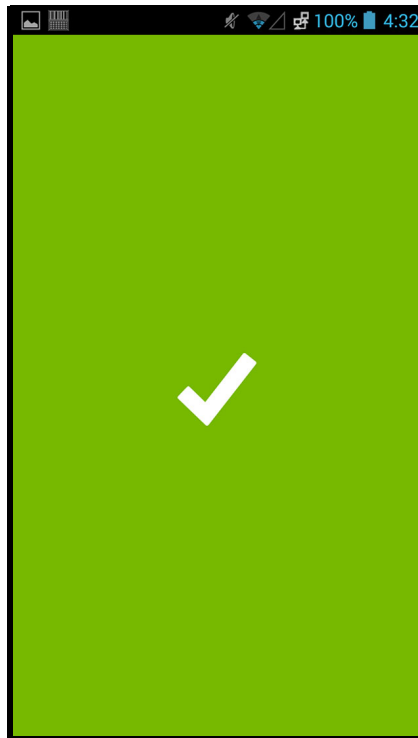
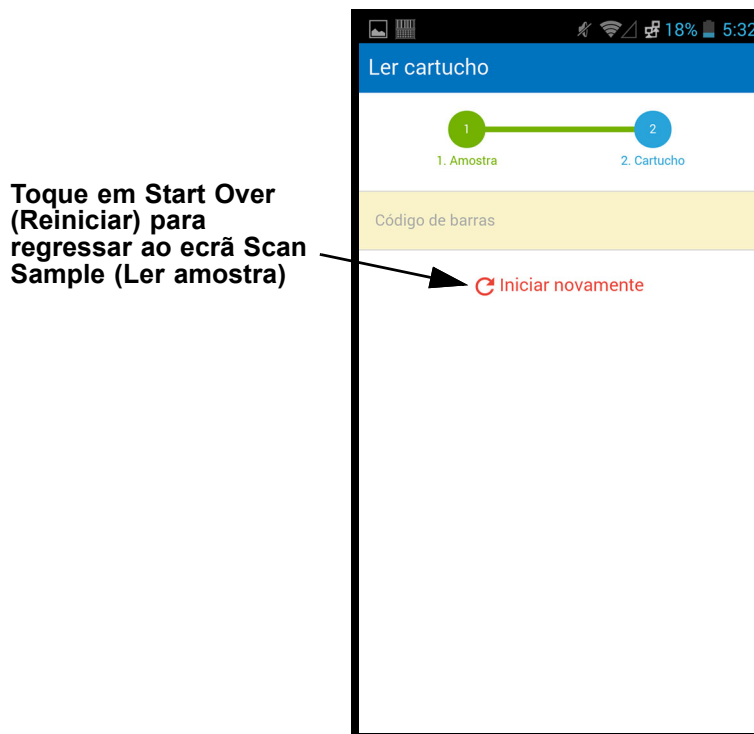

Figura 5-103. Ecrã de êxito do leitor do Cepheid Link (marca de verificação verde)
Figura 5-106. Ecrã Scan Cartridge (Ler cartucho) do Cepheid Link
- 2) Se for detectada uma encomenda, o ecrã Success (Êxito) (marca de verificação verde) será visualizado durante pouco tempo (consultar figura 5-103) e será visualizado o ecrã Scan Cartridge (Ler cartucho). Consulte figura 5-106.
- 4) Se for detectada uma encomenda, o ecrã Success (Êxito) (marca de verificação verde) será visualizado durante pouco tempo (consultar figura 5-103) e será visualizado o ecrã Scan Cartridge (Ler cartucho). Consulte figura 5-106.
Se o cartucho for emparelhado com êxito com a amostra, o ecrã Success (Êxito) (marca de verificação verde) será visualizado durante breves instantes (consultar figura 5-103).
- Se a alíquota for lida com êxito, será visualizado o ecrã Success (Êxito) (marca de verificação verde) durante breves instantes (consultar figura 5-103).